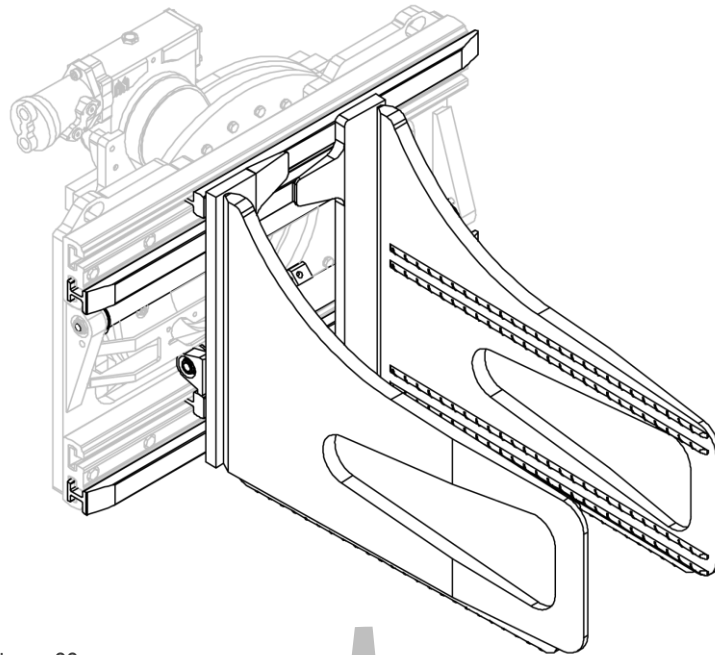
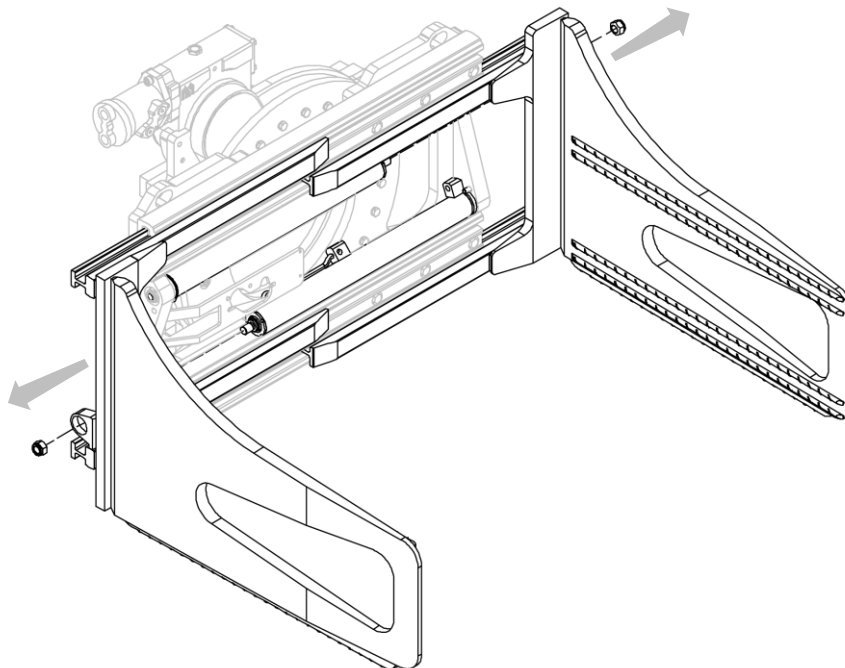

Figura 22
Figura 23
2. Remover los perfiles con los brazos después de desenroscar las tuercas que bloquean las horquillas (mira *Figura 22* y *Figura 23*).